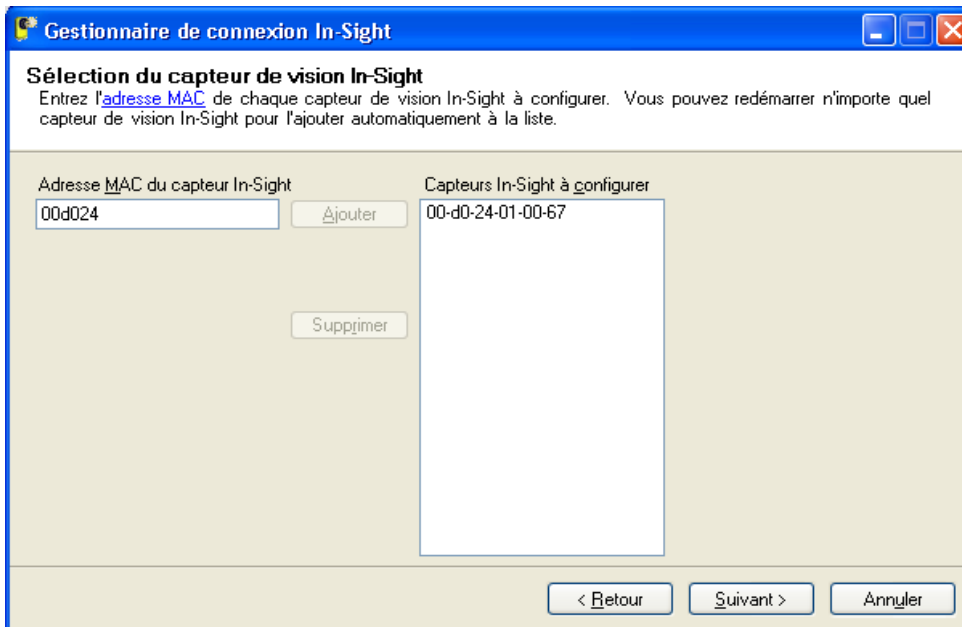

Figure 4-3 : Boîte de dialogue Sélection du capteur de vision In-Sight
7. Dans la zone de texte située à gauche, entrez l'adresse MAC du capteur que vous souhaitez configurer, puis cliquez sur **Ajouter** (Figure 4-3). Répétez ces deux étapes pour tous les capteurs à configurer. Vous pouvez également redémarrer les capteurs à configurer. Le gestionnaire de connexion In-Sight ajoute automatiquement les adresses MAC correspondantes à la liste une fois le redémarrage des périphériques effectué.